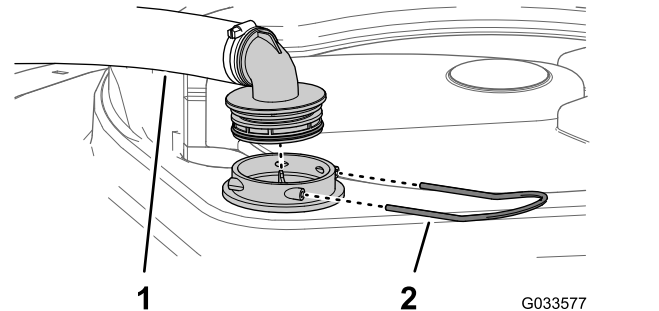

图 50
2. 在打药机药缸的顶部拆下固定从过滤器外壳连接至大软管的软管接头的卡环 图 50。
3. 从过滤器外壳上拆下软管和软管接头 图 50。